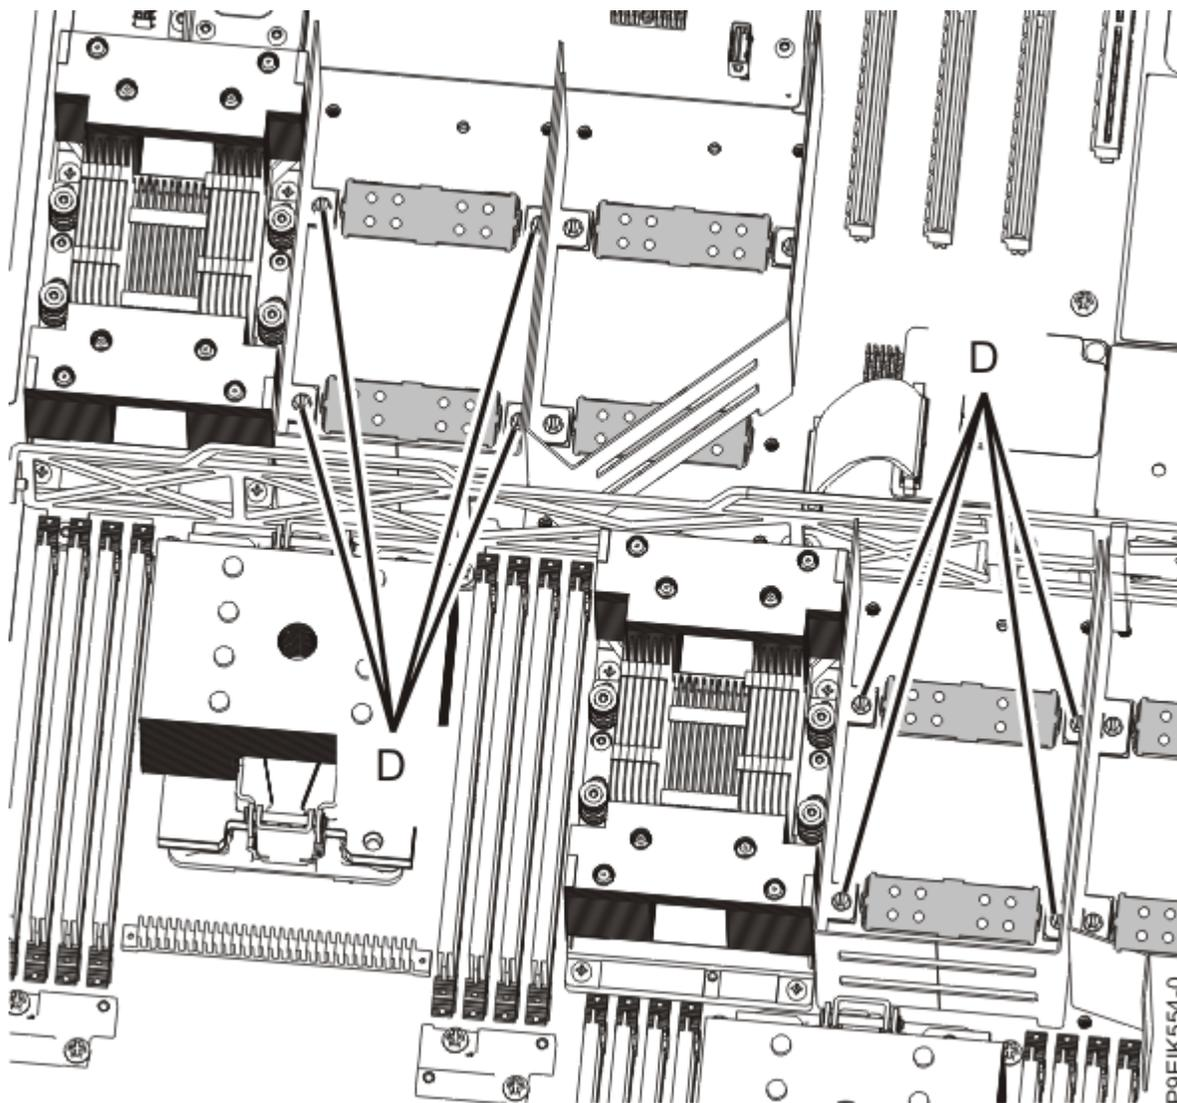

Figura 23. Removendo um preenchimento de GPU
- a) Remova os quatro parafusos (**D**) que prendem o preenchimento da GPU ao painel traseiro do sistema, como mostrado na Figura 23 na página 27.